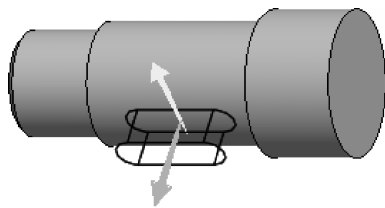

图 5-17 改变拉伸方向
(5) 完成截面后，选择拉伸深度类型为【穿透】，拖动鼠标中键预览模型，单击拉伸方向箭头，设置拉伸的方向为朝前，如图 5-17 所示。
(5) 完成截面后, 选择拉伸深度类型为【穿透】, 拖动鼠标中键预览模型, 单击拉伸方向箭头, 设置拉伸的方向为朝前, 如图 5-17 所示。